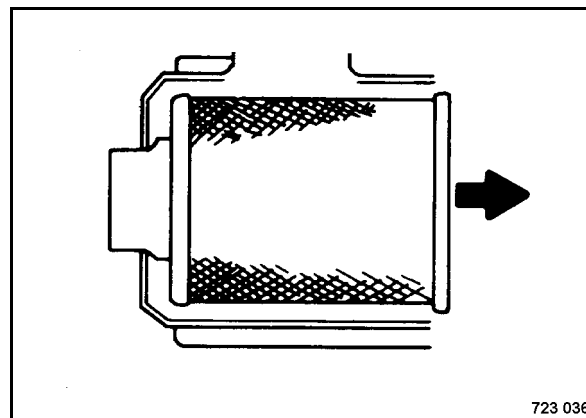

Рис. 135
- Легкими вращательными движениями аккуратно вынуть воздушный фильтр (Рис. 135).